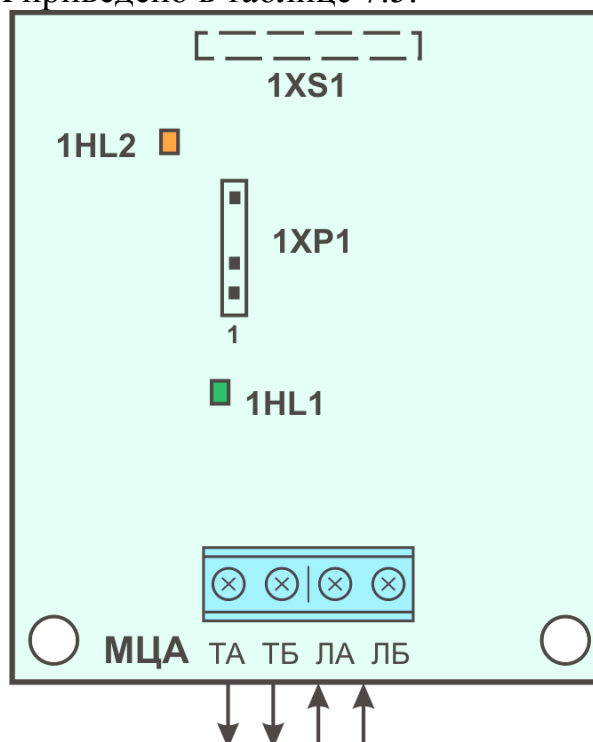

Рисунок 7.15 - Подключение входов и выходов МЦА
- Установить плату коммуникатора на плату БМК прибора, соединив разъем 1XS1 коммуникатора (рис. 7.15) с разъемом 3XP4 прибора (Приложение Г, рис. Г.1) и зафиксировав платы между собой держателями.
Подключение входов и выходов МЦА приведено на рис. 7.15. Назначение клемм и разъемов МЦА приведено в таблице 7.5.